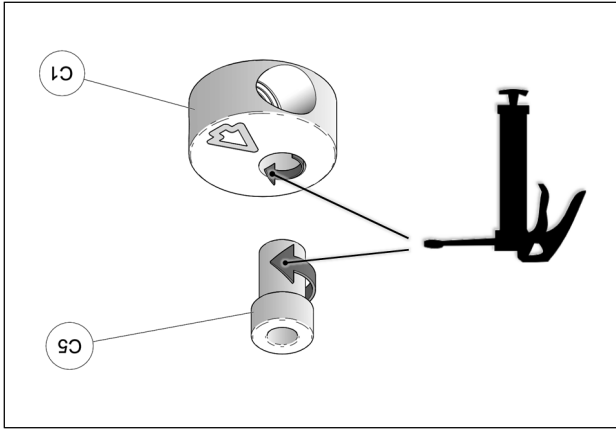

Fig. 22
11. Les bagues espacateurs (C5) doivent être graissées. Appliquer une couche de graisse uniforme sur toute la circonférence de la bague espacateur et dans le logement du disque en aluminium (C1). Fig. 22